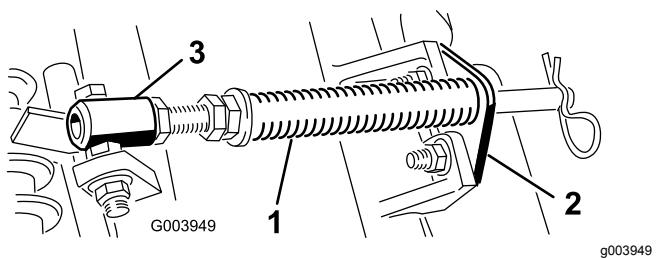

**Bild 9**
5. Stellen Sie sicher, dass der Gegenballast (Bild 9) am richtigen Ende der Schneideeinheit montiert ist, siehe die *Bedienungsanleitung* der Schneideeinheit.